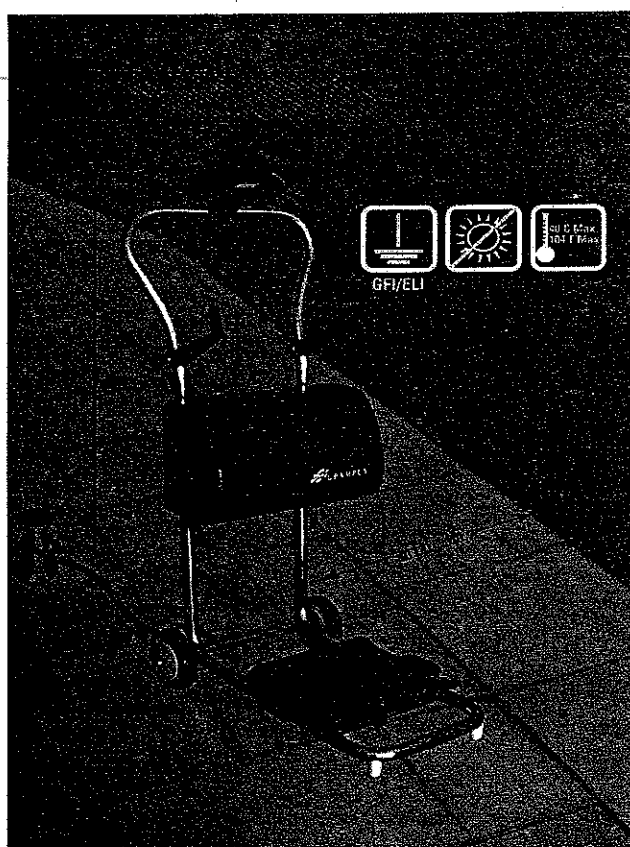

Fig.1
**Note:** L'unité d'alimentation secteur doit être placée dans un secteur ombragé pendant l'opération (Figure1)